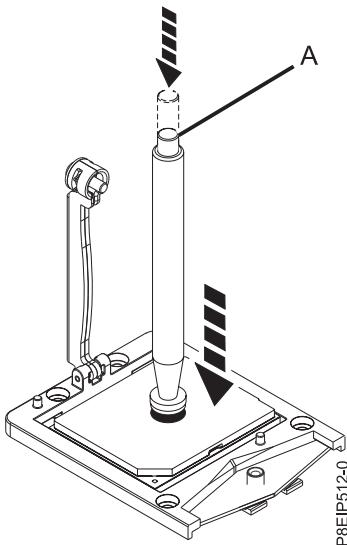

図 53. 取り外しツールをシステム・プロセッサー・モジュールの上に下ろす
7. 真空ペン・ツールを、取り付けるシステム・プロセッサー・モジュールの上に下ろします。ペン (A) の上部を完全に押し込み、ペンをプロセッサー・モジュールの中央に保持します (図 53 を参照)。ペンの上部を放して、ペンをプロセッサー・モジュール上に固定します。